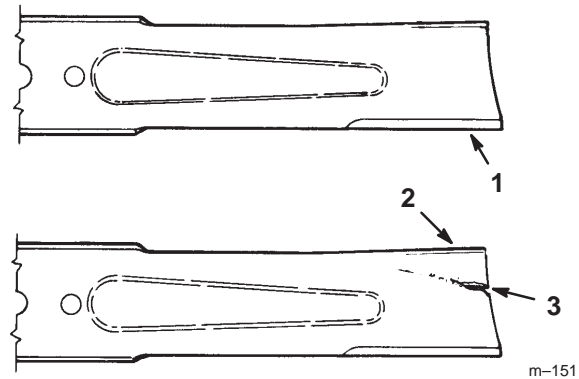

Figure 32
1. Inspectez les tranchants des lames (Fig. 32). Si les lames ne sont pas tranchantes ou si elles présentent des indentations, déposez-les et aiguiser-les (voir Aiguisage des lames, page 31).
2. Inspectez les lames, surtout la partie incurvée (Fig. 32). Remplacez immédiatement toute lame endommagée, usée ou qui présente une entaille (repère 3 de la Fig. 32).